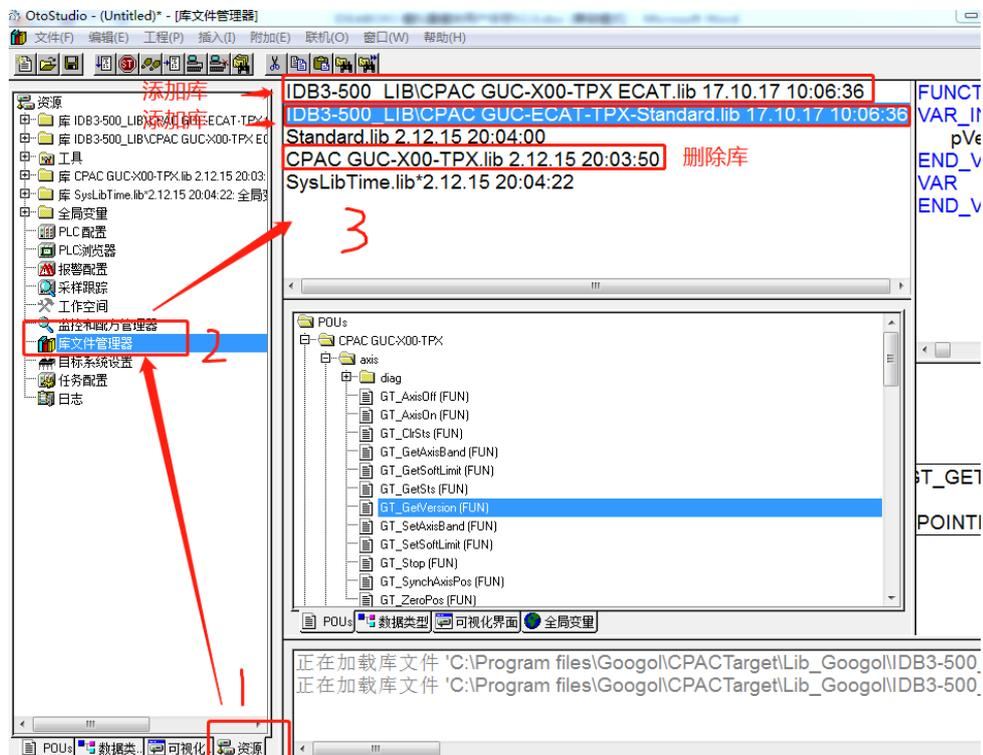

图 4-8 添加及删除库文件
1. 如下图，按照如图步骤，添加相应的库文件，远程 IO PLC 的使用根据 PLC 的主机不同选择相应的库文件，下图中示例主机为 IDEABOX3 的 PLC。如图 4-8。
| 图 4-8 添加及删除库文件..... | 4-24 |